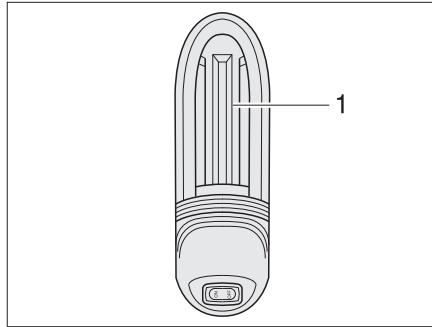

Bild 382 Garagenleuchte
- Leuchtenabdeckung (Bild 382,1) etwas nach oben schieben und abnehmen.